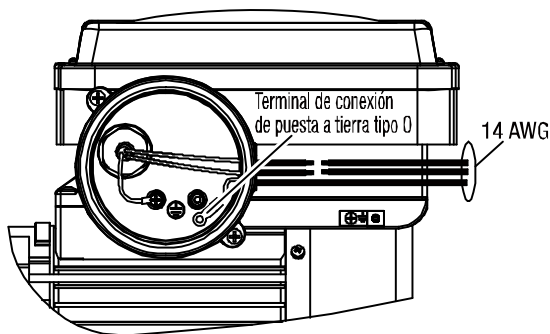

FIGURA 2
- ☐ Use alicates de engarce multifunción para presionar el terminal de conexión de puesta a tierra tipo O que conectaba el cable 14 AWG. (FIGURA 2)